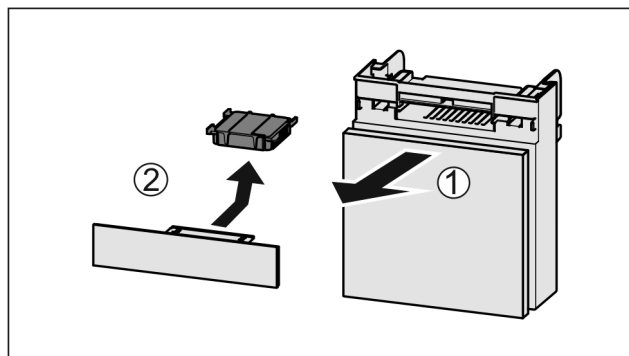

Fig. 99
- Zásuvku vytáhněte dopředu Fig. 99 (1).
- Filtr s aktivním uhlím vyjměte Fig. 99 (2).